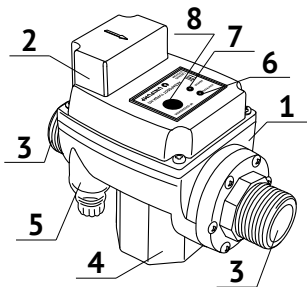

Рис. 1
Блок управления ТУРБИ-М3 (Рис. 1) состоит из герметичного пластикового корпуса – (1) и верхней крышки с резиновой прокладкой – (2). На корпусе расположены два присоединительных патрубка 1", наружная резьба – (3), патрубок для присоединения гидроаккумулятора с латунной вставкой 1", внутренняя резьба – (4), а также два кабельных ввода – (5).